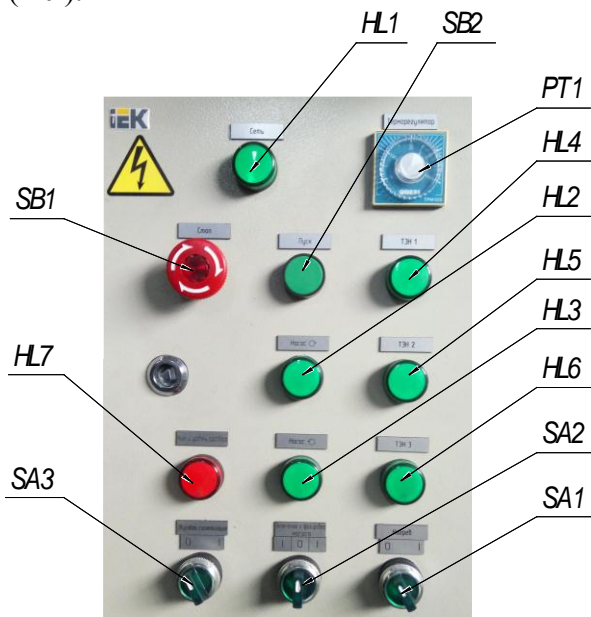

Рисунок 2. Пульт управления
1.1.4.9 ПУ состоит из следующих органов управления и индикации, выведенных на переднюю панель (см. рисунок 2):
- проверить работу датчика уровня 7. Для этого подать напряжение на щит управления установки и нажать кнопку SB2 (см. рисунок 2). При этом должна загореться лампочка HL7 и сработать звуковая сигнализация, если она включена. Наполнить ёмкость 1 водой до уровня срабатывания датчика – лампочка HL7 должна погаснуть и отключиться звуковая сигнализация. Слить воду - должна загореться лампочка HL7 и сработать звуковая сигнализация.
- включить подогрев моющего раствора. Температура моющего раствора задаётся на реле–регуляторе РТ1 (см. рисунок 2). В процессе нагрева рекомендуется периодически включать насос для циркуляции моющего раствора с целью равномерного его прогрева;